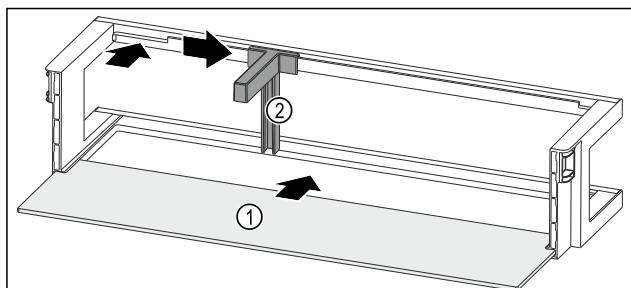

Fig. 101 Vratna polica z odlagalno polico
- Odlagalno polico Fig. 101 (1) vstavite v stranske utore.
- Vstavite držalo za steklenice Fig. 101 (2) v odprtino.
- Držalo za steklenice Fig. 101 (2) potisnite na stran do želenega položaja.